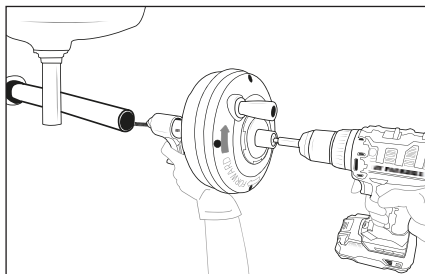

Fig. 3
- 8) Compruebe que pueda sostenerse el aparato a una distancia máxima de 10 cm con respecto al orificio de desagüe. Si la distancia es mayor, se aumenta el riesgo de que la espiral ⑧ se retuerza o se doble. En caso de que la distancia sea mayor, el orificio de desagüe debe prolongarse con tuberías y conexiones del mismo tamaño para que el aparato pueda colocarse a una distancia máxima de 10 cm con respecto al orificio de desagüe (consulte la fig. 3). Si la espiral ⑧ no está lo suficientemente sujeta, puede doblarse, retorcerse y dañarse o causar lesiones al usuario.
- ▶ Siga las instrucciones de uso para reducir el peligro de lesiones por una espiral ⑧ retorcida o rota, por el impacto de los extremos de la espiral y por el vuelco del aparato, así como las lesiones por sustancias químicas, infecciones y otras causas.
- 2) Adopte una posición de trabajo adecuada que garantice los siguientes puntos para controlar mejor la espiral ❸ y el aparato:
- 3) Tire de la espiral ❸ para extraerla del tambor ❷ e introdúzcala todo lo que pueda en el desagüe. La espiral ❸ debe estar introducida al menos 30 cm en el desagüe para que el extremo de la espiral ❸ no pueda salirse del desagüe y dar vueltas violentamente cuando la espiral ❸ empiece a girar.
- 4) Si utiliza un taladro, ajústelo a una velocidad baja (máximo de 500 r. p. m.). Fije un soporte para puntas en el portaherramientas del taladro y coloque el soporte para puntas en el eje del tambor ❸. Como alternativa, también puede fijar el eje del tambor ❸ sin soporte para puntas en el portaherramientas del taladro.
- 5) Asegúrese de que el aparato se encuentre a una distancia que no supere los 10 cm con respecto al orificio de desagüe. Mantenga esta distancia durante el proceso de limpieza. Así se evita que la espiral ❸ se retuerza y se doble.
- 6) Mantenga una mano en el mango ❺/gatillo ❻ del aparato y la otra en el agarre del taladro o en la manivela ❹.
- 7) Gire el tambor ❷ en sentido horario (puede verse en la flecha de la parte posterior del tambor ❷, consulte la fig. 3) y presione el gatillo ❻. Al presionar el gatillo ❻, se introduce la espiral ❸ en el desagüe. También puede hacer avanzar y retroceder la espiral ❸ rápidamente si la extrae del tambor ❷ o la introduce en él de forma manual.
- 8) Haga avanzar la espiral ❸ hasta que note resistencia. Mueva la espiral ❸ cuidadosamente por el atasco. Para ello, no haga avanzar la espiral ❸ violentamente a la fuerza. La espiral ❸ no limpia el desagüe si no gira. Es posible que sea necesario que gire la espiral ❸ sin hacerla avanzar o que haga avanzar la espiral ❸ muy lentamente para solucionar el atasco.